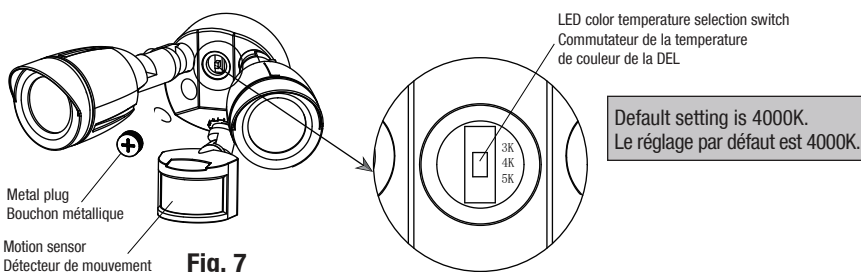

Fig. 7
1. Remove the central metal plug by unscrewing it. Select the desired LED color temperature by using the switch as shown in Fig. 7.
1. Enlever le bouchon métallique central du luminaire en le dévissant. Sélectionner la température de couleur de DELs désirée à l'aide du commutateur comme montré sur la Fig. 7.